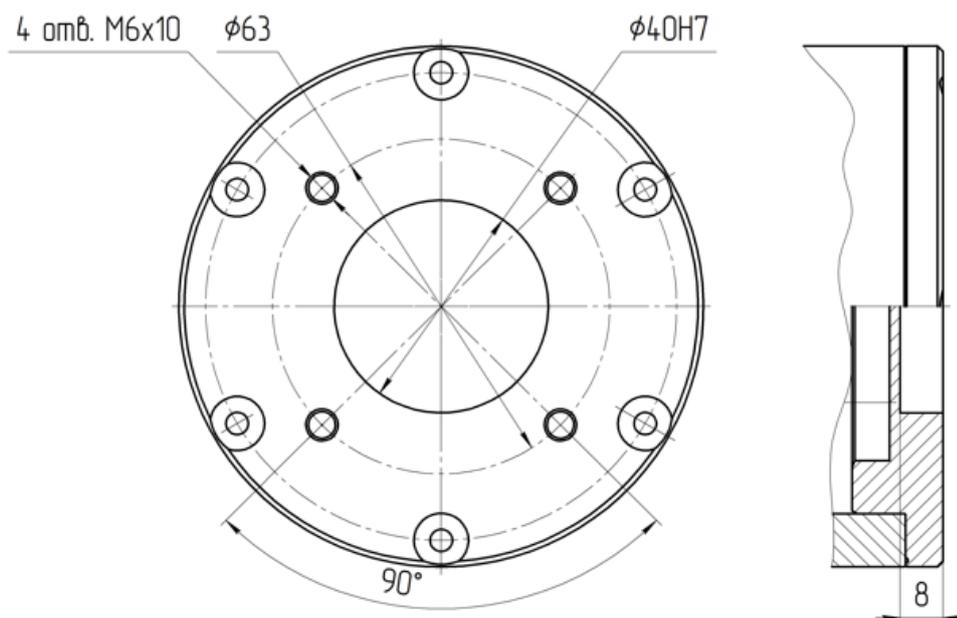

Рисунок I-14 – Фланец инструмента
10. Закрепите рабочий инструмент на фланец (см. Рисунок I-14). Фланец инструмента выполнен в соответствии с ГОСТ Р 60.3.4.1–2017/ИСО 9409-1:2004 исполнение 63-4-M6. При необходимости подключения инструмента возможно использование разъема SF812B/S8 (см. раздел «2.2.2.2 Подключение инструмента»).